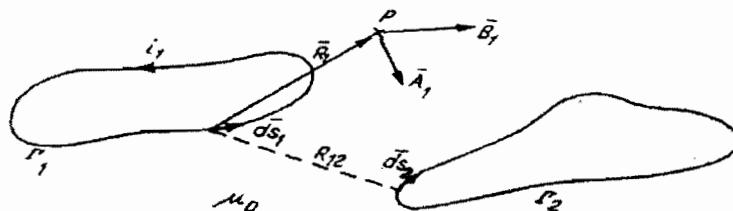

Fig. A4.3. Circuite electrice în medii omogene.
- În general, la calculul inductivităților mutuale se utilizează *Formula lui Neumann*. Se consideră două circuite în prezență într-un mediu omogen (μ_0) (fig. A4.3).